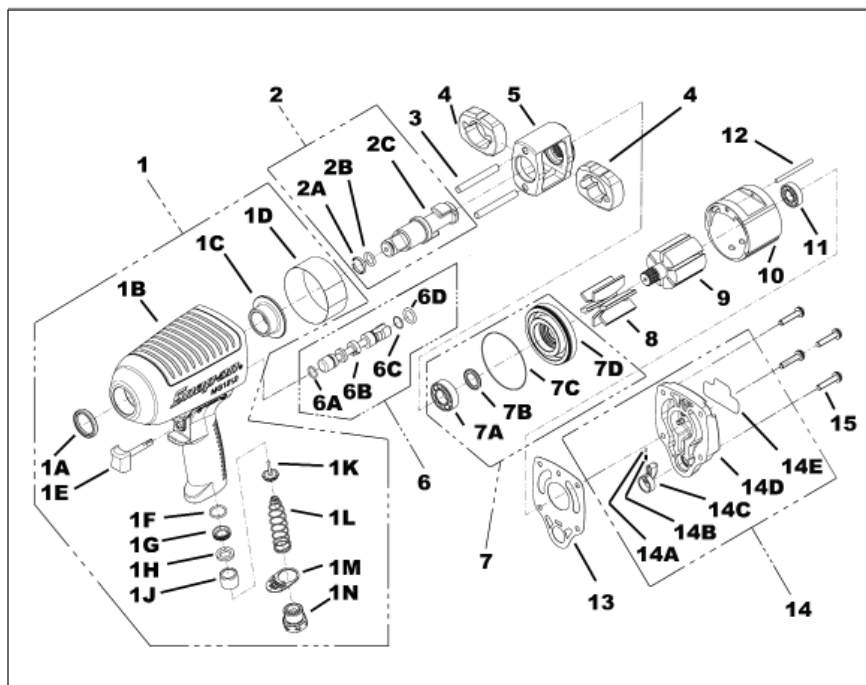

Figure 2: MG1250 Pneumatic Impact Wrench
- ✓ 部品リストについては図2を参照してください。メンテナンスや修理には、**Snap-on** 純正交換部品だけを使用してください。メンテナンスや修理は、訓練を受けたサービスエンジニアにのみ行わせてください。修理部品やサービスマニュアルは、最寄りの**Snap-on**代理店で取り扱っております。